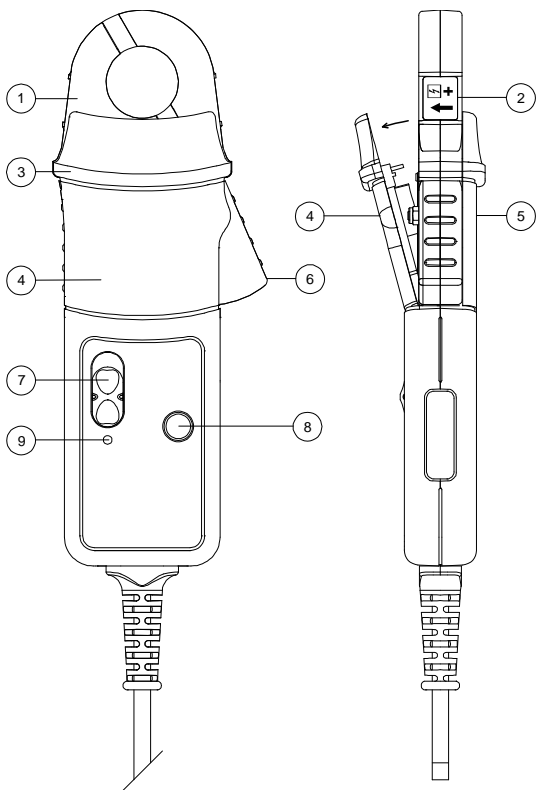

FIG 1
- Ne pas tenir la sonde en aucun endroit au-delà de la barrière tactile, voir la FIG 1.
La LED verte ou rouge se mettra à clignoter lorsque la tension d'emploi minimale est presque atteinte. Se référer à la Fig 1 et procéder comme suit.
Desserrer la vis imperdable qui fixe le couvercle du compartiment de la pile. Soulever le couvercle à 30° puis le retirer du corps de la sonde comme le montre la Figure 1. Remplacer la pile puis remettre le couvercle en place et resserrer la vis.